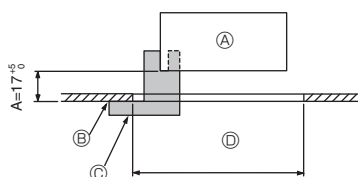
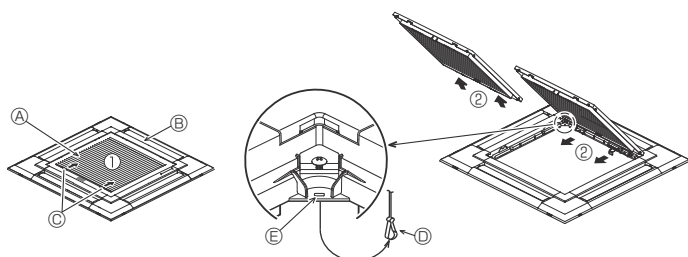
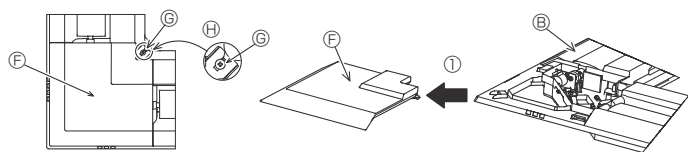

Fig. 9-2
Fig. 9-3
Fig. 9-4
①	Gitter	1	950 × 950 (mm)
②	Installationsmåler	1	(Delt i fire)
③	Skruer (4 × 16)	1	Til PLP-6EAE, PLP-6EAE, PLP-6EALME2
④	i-see sensor-hjørnepanel	1	Til PLP-6EAE, PLP-6EAE, PLP-6EALME2
⑤	Trådløs fjernbetjening	1	Til PLP-6EALM2, PLP-6EALME2
⑥	Holder til fjernbetjening	1	Medfølger hvis udstyret med trådløs fjernbetjening. *
⑦	LR6 AA-batterier	2	Medfølger hvis udstyret med trådløs fjernbetjening. *
⑧	3,5 × 16 pladeskruer	2	Medfølger hvis udstyret med trådløs fjernbetjening. *
9.2. Forberedelser til fastgørelse af gitteret (Fig. 9-2)
• Juster og kontrollér placeringen af hovedenheden i forhold til loftsfladen med måler ②, der følger med dette sæt. Hvis hovedenheden ikke placeres korrekt i forhold til loftsfladen, kan der opstå luftlækager eller kondensdannelse.
- Ⓒ Installationsmåler ② (sat ind i hovedenheden)
9.2.1. Afmontering af indtagsgitteret (Fig. 9-3)
• Skub håndtagene i retningen angivet af pilen ① for at åbne indtagsgitteret.
• Med indtagsgitteret i "åben" position fjernes indtagsgitterets hængsel fra gitteret som vist med pilen ②.
9.2.2. Afmontering af hjørnepanelet (Fig. 9-4)
• Løsn de 4 skruer på hjørnet. Skub hjørnepanelet i retning af pil ① i illustrationen, og fjern hjørnepanelet.
[Fig. 9-3] [Fig. 9-4]